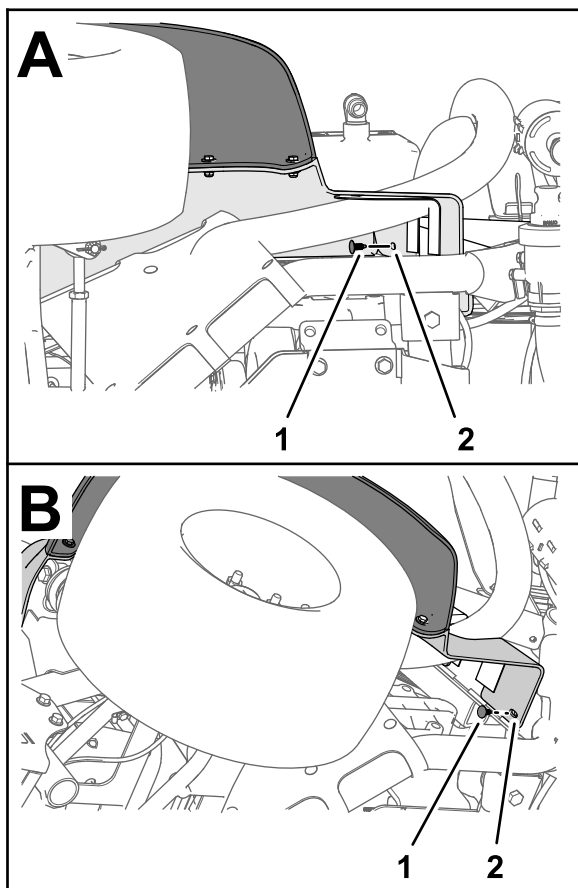

图10
1. 取出将左前挡泥板固定到下 ROPS 钢管的 2 个压入式紧固件 图10。